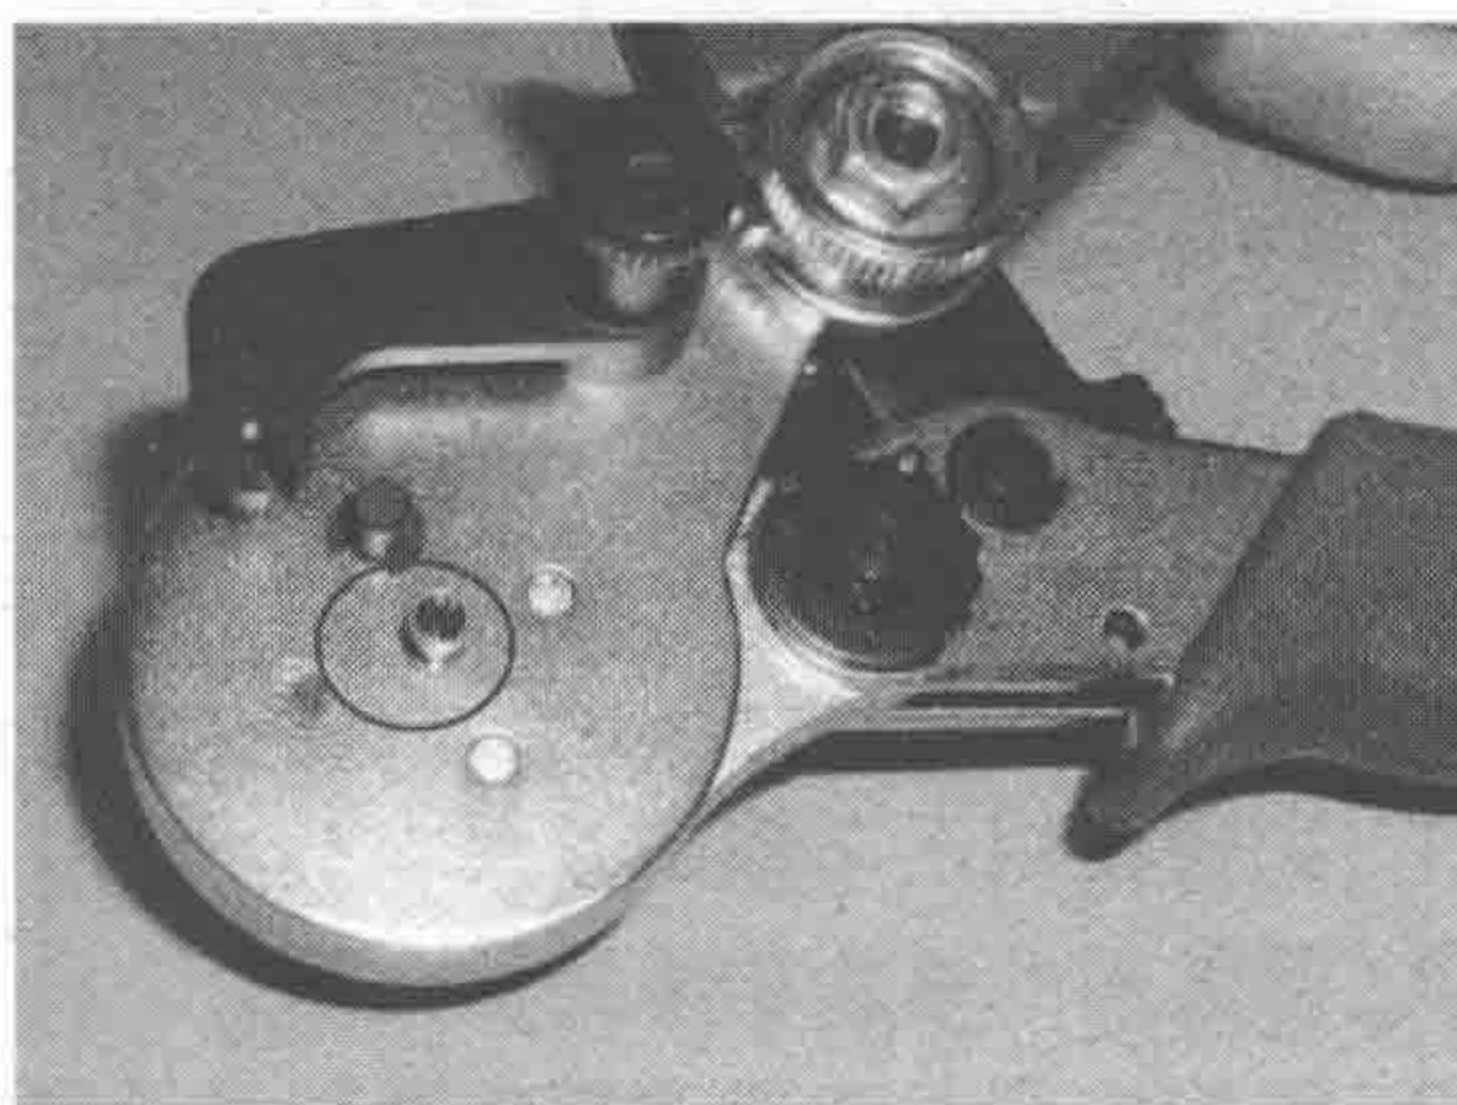

图 1-26 将铜质接头嵌入压接钳中
5) 如图 1-26 所示, 将光纤电缆铜质接头嵌入 VAS 6223 压接钳中。